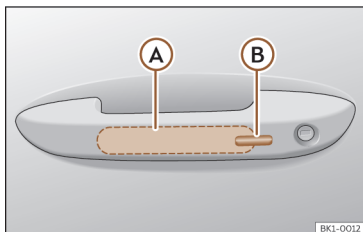

Abb. 72 Türgriff: Sensorflächen.
>>> (Abb. 72)
- Berühren Sie die auf der Außenseite des Türgriffs befindliche Sensorfläche >>> (Abb. 72) Ⓑ. Alle Blinker leuchten einmal auf.
- Berühren Sie innerhalb von 5 Sekunden einmal die auf der Außenseite des Türgriffs befindliche Sensorfläche >>> (Abb. 72) . Ergreifen Sie dabei nicht den Türgriff. Das System Keyless Access ist jetzt vorübergehend deaktiviert.